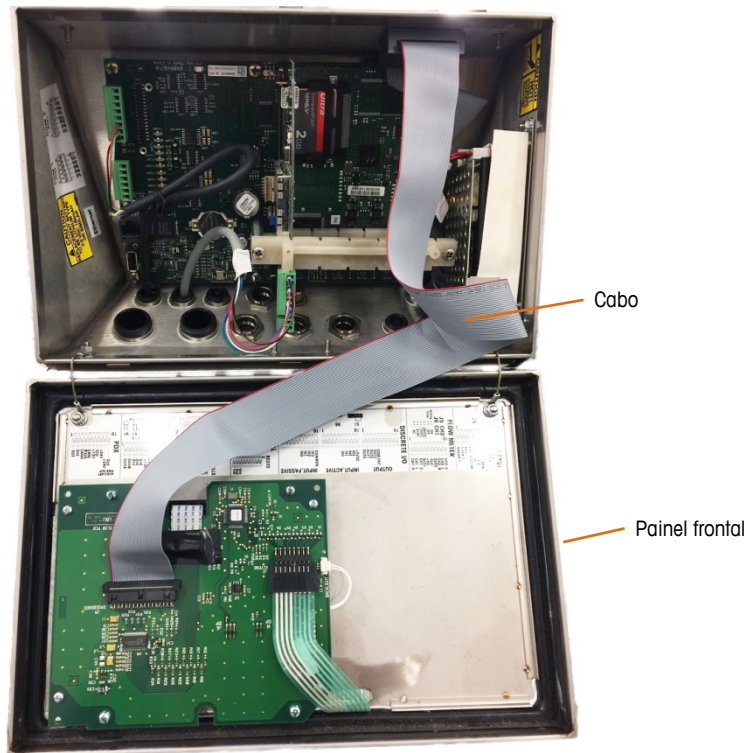

Figura 2-11: Painel Frontal Invertido, Cabo Longo Instalado
5. Conecte o chicote de cabos de substituição (64087303) conforme mostrado na Figura 2-11.